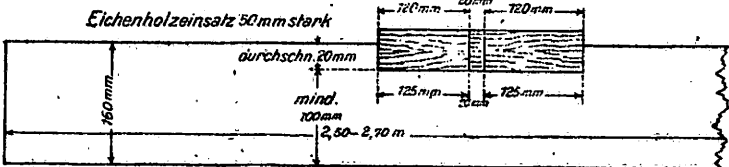

Abb. 12. Rambacher - Einsätze.
**Abb. 12 und 13. Selbstaufzeichnende Vorrichtung „Rossignol“